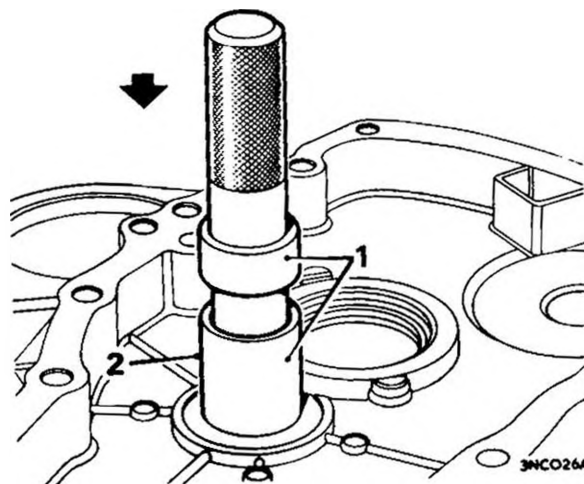

Fig. F.26
51. Rimontare il cuscinetto dell'ingranaggio intermedio servendosi dell'attrezzo 18G 1126 munito del manicotto esterno. La profondità di penetrazione del cuscinetto nella scatola del volante è determinata dal manicotto dell'attrezzo. Fig. F.26.